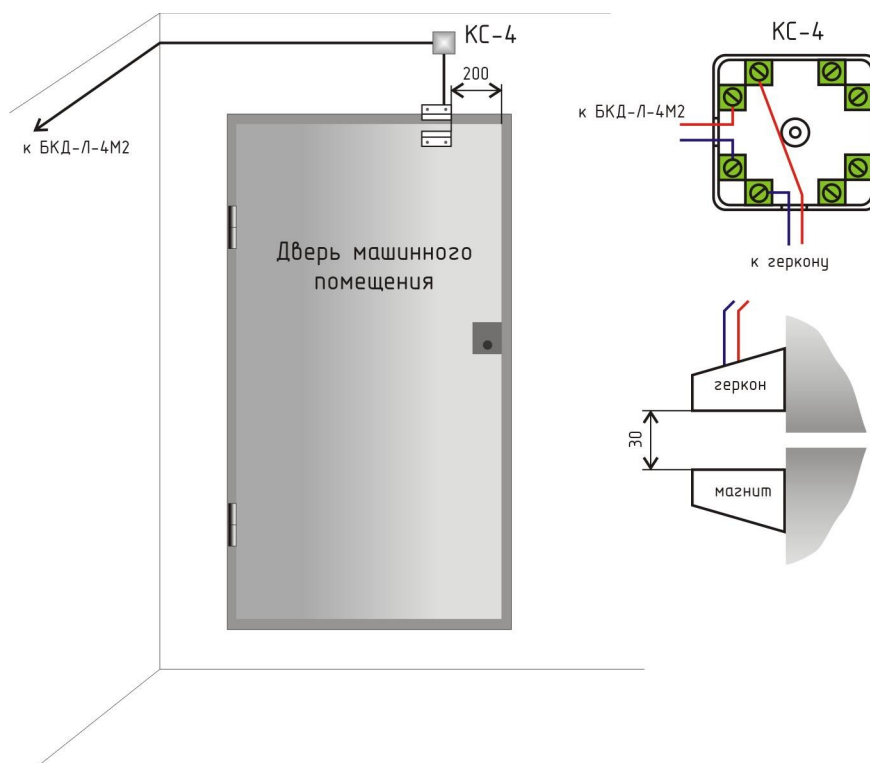

Рисунок 2 - Установка охранного датчика ИО 102-20
2) Рекомендуемая высота крепления блоков 1,5 м. Крепление блоков к бетонной поверхности производить при помощи двух пластмассовых дюбелей 6x40 мм и самонарезающих винтов 3,5x40 мм. Предварительно в стене должны быть просверлены отверстия диаметром 6 мм и глубиной 45 мм (рисунок 2).